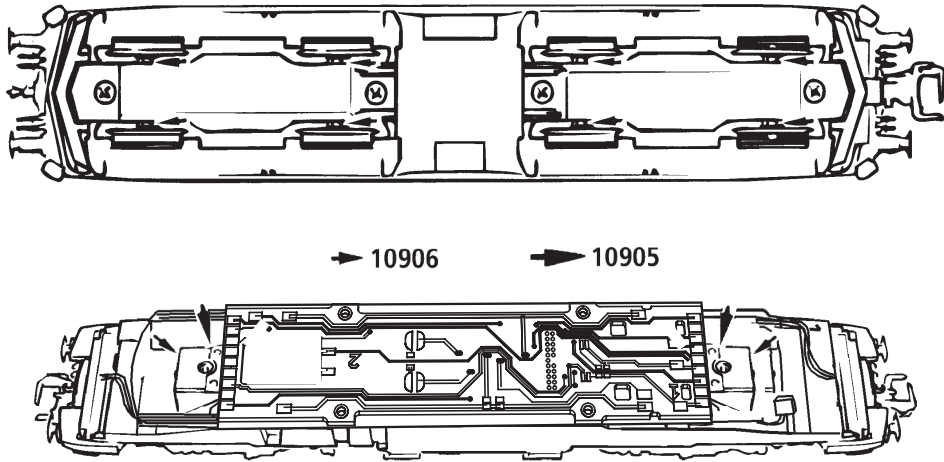

Fig. 6
3. Haftreifenwechsel: Zuerst den Getriebedeckel abnehmen (Fig. 6). Danach den **Radsatz** herausnehmen und die **Haftreifen** mit einer Nadel od. mit einem feinen Schraubendreher abziehen (Fig. 6). Beim Aufziehen der neuen Haftreifen darauf achten, dass diese sich nicht verdrehen.
3. Change of traction tyre: Remove the gear cover (fig. 6). Take out **wheel set** and remove **traction tyre** using a pin or a fine screwdriver (fig. 6). When pressing on the new traction tyre please **avoid twisting it**.
3. Échange des bandages d'adhérence: Démontez d'abord **le couvercle du carter des engrenages** des en-grenages (fig. 6). Délogez ensuite les essieux bandagés et enlevez, à l'aide d'une aiguille ou d'un tourne-vis fin, les bandages d'adhérence (fig. 6). Lors du montage des nouveaux bandages veuillez veiller à ce que les bandages **ne soient pas tor-dués**.